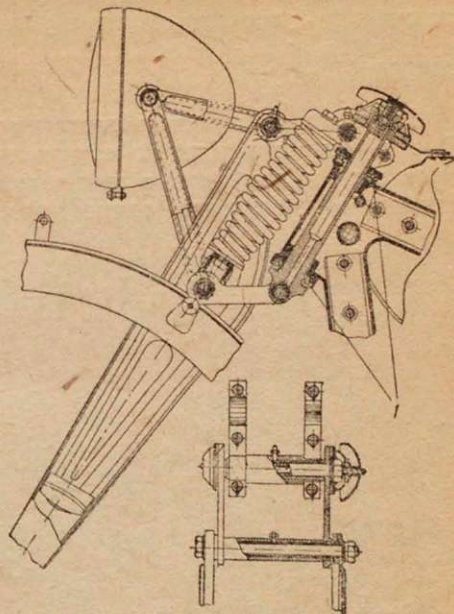
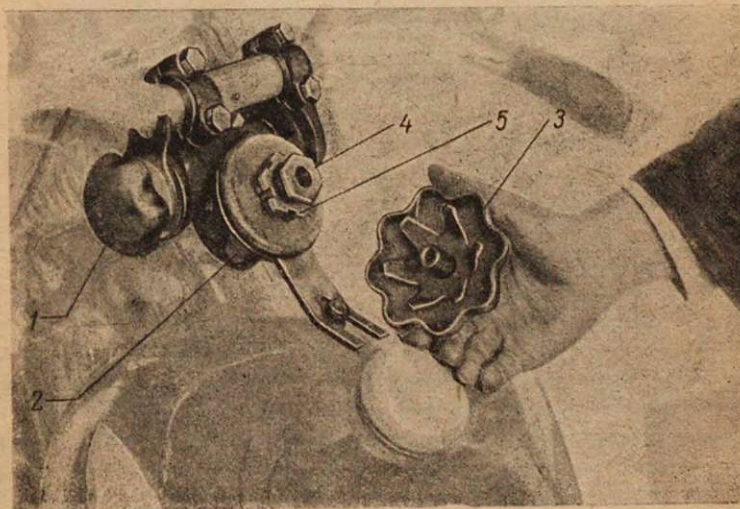

Рис. 23.
Рис. 24.
выходить через боковые зазоры шарниров. По мере износа шарикоподшипников (1) (рис. 23) появляется осевой люфт рулевой колонки. Для устранения люфта нужно отпустить стяжной болт (2) (рис. 24), отвинтить и снять маховичок рулевого демпфера (3), отпустить контргайку (4) и затянуть гайку (5), следя за тем, чтобы руль свободно поворачивался. После этого надо закрепить контргайку (4) и поставить на место маховичок демпфера.
Во время езды на ровной гладкой дороге (асфальт, брусчатка) демпфер руля также можно отпустить. При большой скорости, независимо от состояния дороги, демпфер следует подтянуть. Боковой амортизатор (рис. 24) служит для того, чтобы уменьшить колебания пружины вилки и одновременно усиливать ее действие. Подтягивать его следует при езде по неровным дорогам с большим количеством ухабов. На асфальте, наоборот, амортизатор следует отпустить; при этом вилка амортизирует мягче. В дороге с большим количеством мелких неровностей (например булыжная мостовая) при небольшой